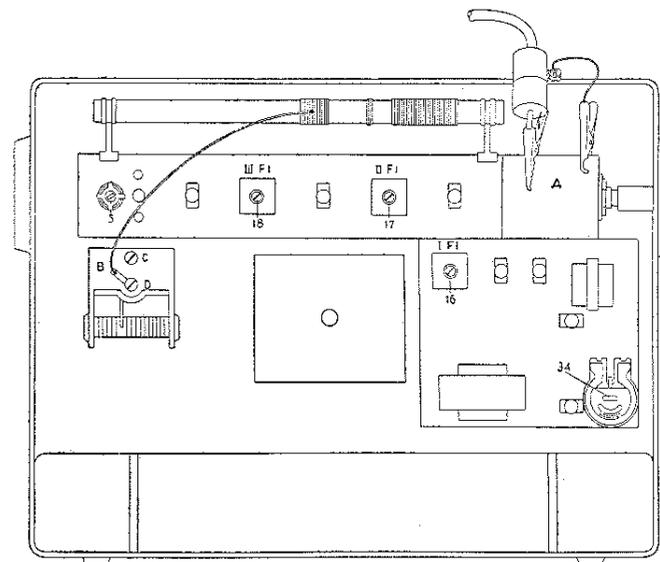
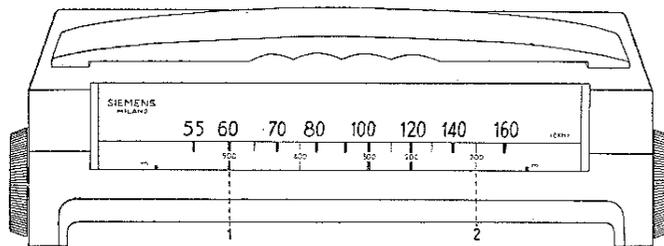

Fig. 23.7. - Disposizione dei componenti da regolare durante la taratura di un apparecchio a transistor (Siemens mod. SM 818 T).
Fig. 23.8. - Punti di taratura sulla scala parlante dell'apparecchio Siemens mod. SM 818 T.
1) si rende inattivo l'oscillatore locale, dissaldando la connessione B (fig. 23.7);
1) si riscalda la connessione B (fig. 23.7);
3) si sposta ora l'indice sulla scala nel punto 1 (fig. 23.8) e si ritocca il nucleo 5 (fig. 23.7) dell'oscillatore fino a sentire in altoparlante il segnale in corrispondenza del punto 1;
4) si genera ora un segnale di 1500 KHz e l'indice si sposta in corrispondenza del punto 2 (fig. 23.8) sulla scala;
5) si ritoccano ora i compensatori C e D (fig. 23.7) fino ad ottenere la massima ampiezza del segnale.
Terminate le operazioni di taratura, si ritocca ora il trimmer potenziometrico 34 (fig. 23.7) che permette un bilanciamento perfetto del push-pull finale.